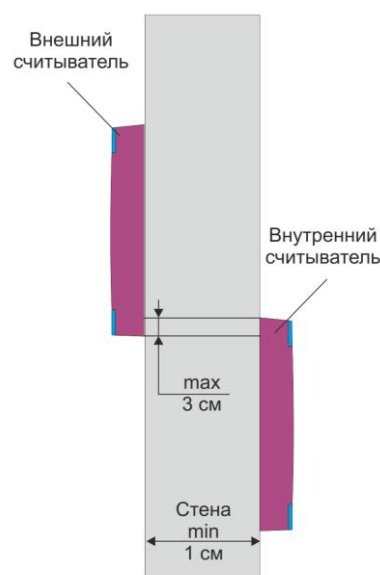

Рисунок 5. Крепление считывателей с разнесением по вертикали
- Если толщина стены менее 10 см (например, стеклянная панель), то считыватели необходимо разнести по вертикали (рис. 5). Максимальное наложение одного считывателя на другой по вертикали – 3 см (антенны не должны пересекаться).